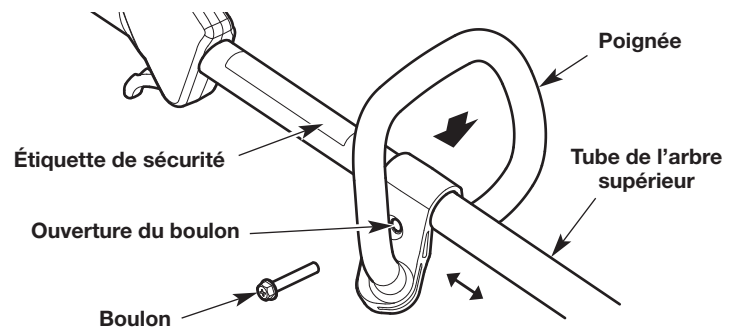

Fig. 5
1. Poussez le manche sur le tube supérieur de l'arbre (Fig. 5). Assurez-vous que la ouverture du boulon font face vers la droite (Fig. 5).
2. Insérez le boulon dans son trou et poussez-le à travers (Fig. 5). Serrer la boulon avec un tournevis à tête plate, mais ne pas serrer la boulon complètement.
3. Maintenez l'unité en position d'utilisation (Fig. 13). Déplacez le manche vers le haut ou le bas sur le tube supérieur pour trouver une position confortable (Fig. 5). S'assurer que la poignée est placée au-delà de l'extrémité de l'étiquette de sécurité (Fig. 5).
1. Desserrer le boulon avec un tournevis à tête plate (Fig. 5).
2. Maintenez l'unité en position d'utilisation (Fig. 13). Déplacez le manche vers le haut ou le bas sur le tube supérieur pour trouver une position confortable (Fig. 5). S'assurer que la poignée est placée au-delà de l'extrémité de l'étiquette de sécurité (Fig. 5).